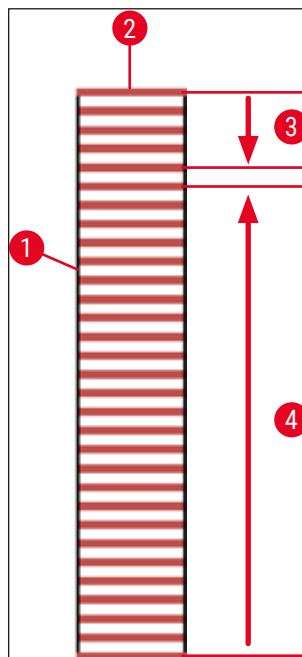

Fig. 74
De første fem objektglas får altid påsat dækglasset først, så de ikke tørrer ud under behandling. Derefter flytter stativet opad og fortsætter påsætning af dækglasset med det sidste objektglas i stativet (→ Fig. 74).
- Den skematiske visning (→ Fig. 74) af et stativ (→ Fig. 74-1) med isatte objektglas (→ Fig. 74-2) illustrerer rækkefølgen under behandling.